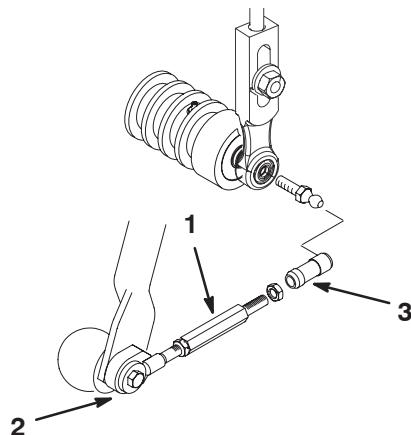

Figure 19
6. Repoussez le manchon sur chaque douille de rotule et accrochez la douille sur la rotule de l'unité de coupe (Fig. 19).